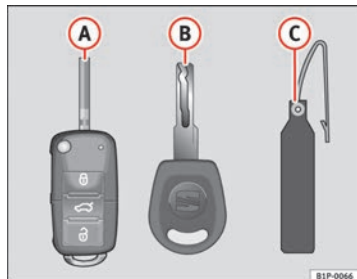

Fig. 42 Set di chiavi
- una chiave con telecomando ⇒ fig. 42 **A**